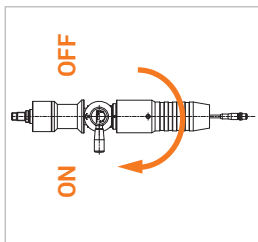

Figure 7
- ▶ Tournez le levier de commande (pos. 3) du nozzle de ravitaillement de 180° en position ON (Figure 7).